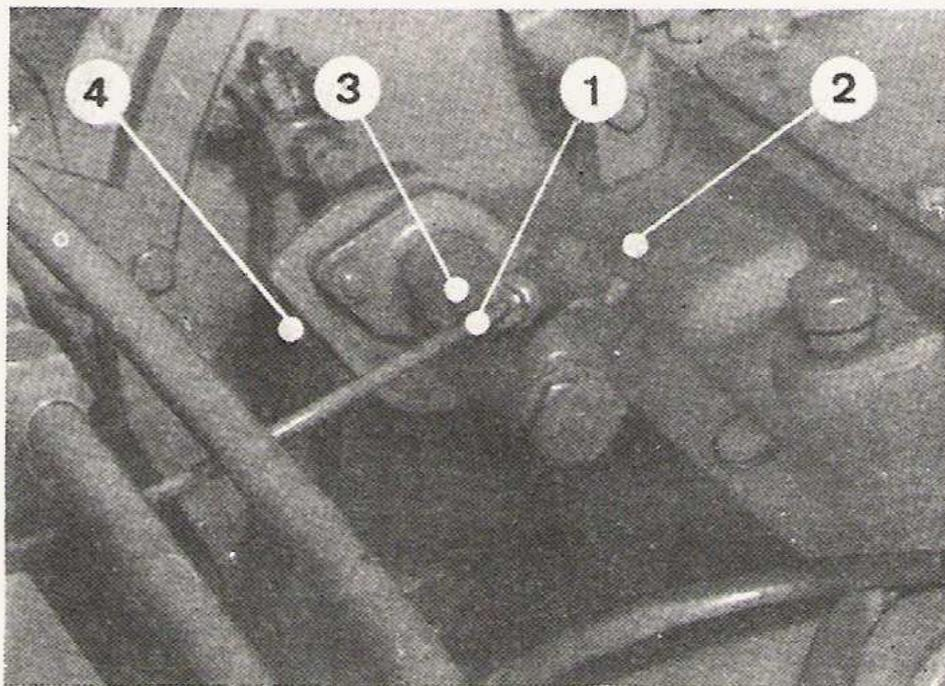

Fig. 4.4. - Cilindro del mando embrague
- 2.º Sacar el protector de goma del tapón de purga en el cilindro satélite (2-fig. 4.4) y enchufar un tubo de goma o de plástico; meter el extremo libre del tubo en un recipiente de cristal que contenga líquido de frenos y aflojar una vuelta el racor de purga.